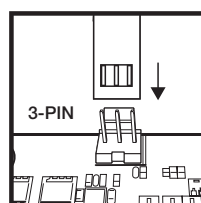

Figura 2
- > Conecte el cable tach de la bomba al cabezal CPU_FAN de la placa base (figura 2).